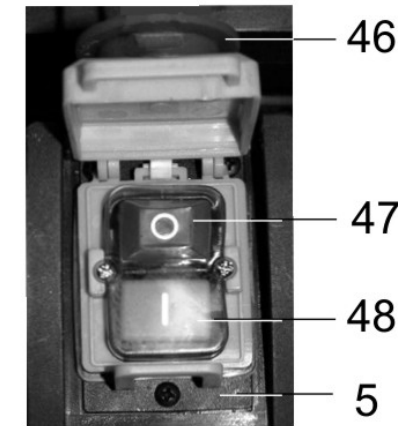

Рис. 19 46 47 48 5
**10.2. Включение (Рис. 19)**
10.2.2. Как показано на Рис. 19, для включения машины откройте крышку (46), нажмите на кнопку включения (48).